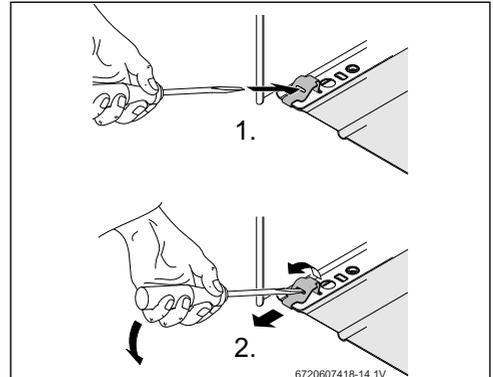

Fig. 12 Enlevez de l'attache
- ▶ Relâchez l'attache de fixation à l'habillage (Fig. 12).